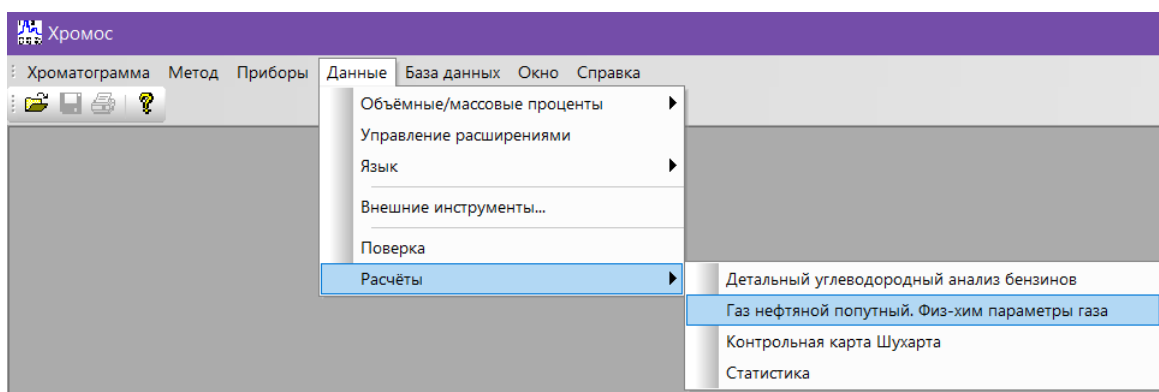

Рис. 2. Запуск дополнения в ПО «Хромос»
3. В меню *Данные* выберите **Расчёты** > **Газ нефтяной попутный. Физ.-хим. параметры газа** (Рис. 2). Откроется окно программы (Рис. 4).